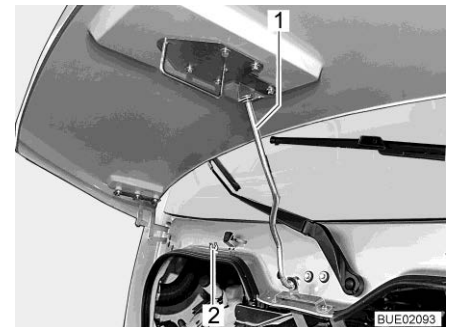

Fig. 49 Barre de maintien (Ixeo I)
- Retirer la barre de maintien (Fig. 49,1) de sa fixation (Fig. 49,2) et l'accrocher dans la réception du capot moteur.
- Décrocher la barre de maintien (Fig. 49,1) de la réception sur le capot moteur et la presser dans sa fixation (Fig. 49,2).